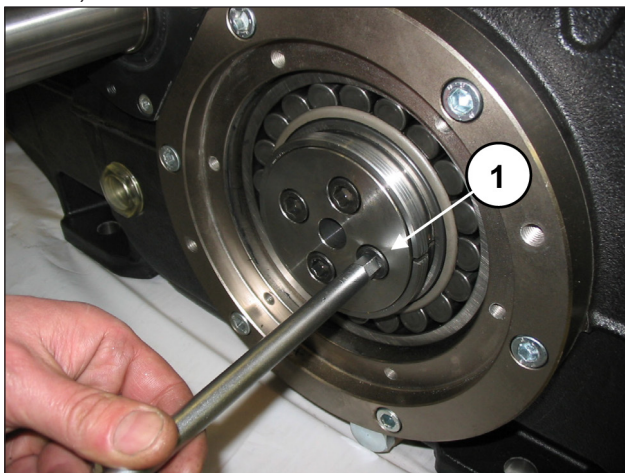

Abb. 13
Lösen Sie die Befestigungsschrauben des Buchsenflanschs auf beiden Seiten (Pos. ①, Abb. 13).